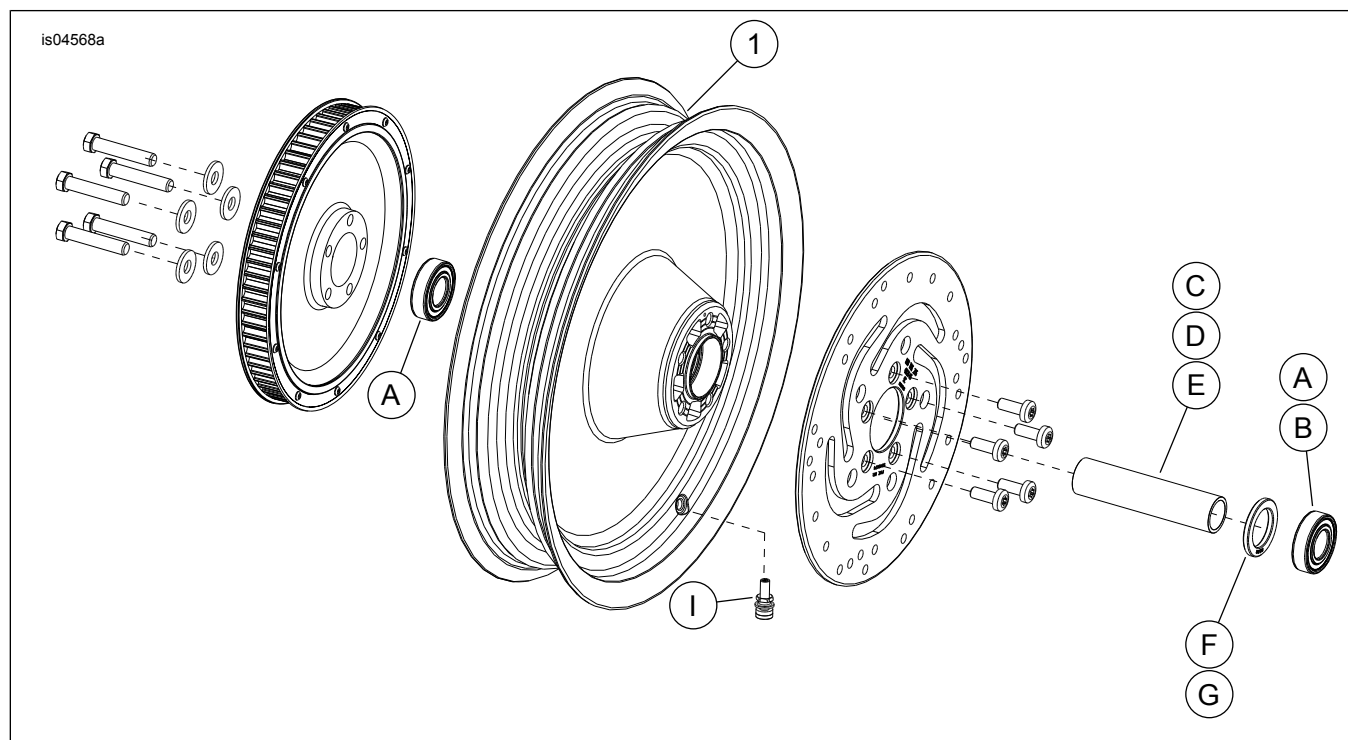

Figura 1. Piezas de servicio: Ruedas traseras de centro lleno (se muestra la de 16 pulg.)
Vea Figura 1 y Tabla 2.
- Vea Figura 1. Instale el conjunto del vástago de la válvula (I) en la rueda. Vea NEUMÁTICOS en el Manual de servicio.